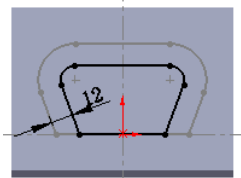

图 17.11.11 草图 2
Step6. 绘制图 17.11.11 所示的草图 2。草图平面为基准面 1。